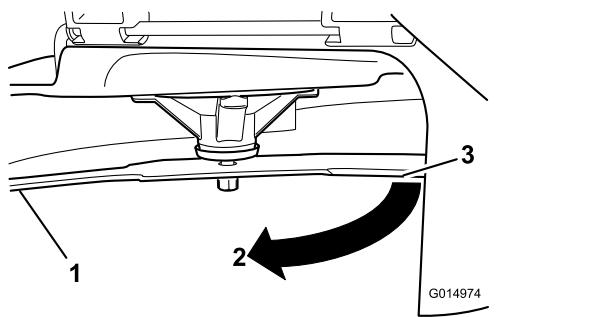

**Figura 44**
- Mida desde la punta de la cuchilla hasta la superficie plana (Figura 44).